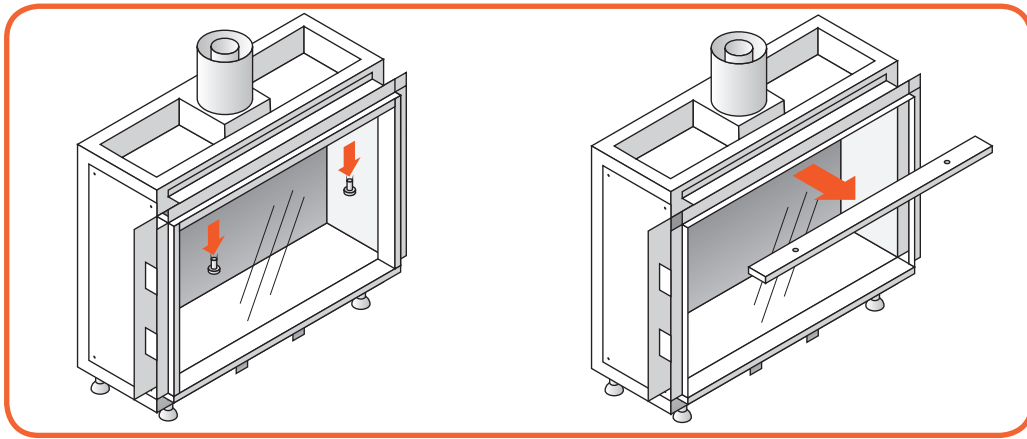

Abb. 10.2 & 10.3 - Lösen der Schrauben und abnehmen der oberen Verkleidung
- Lösen Sie die Schrauben für die oberen Verkleidungen (**Abbildung 10.2**).